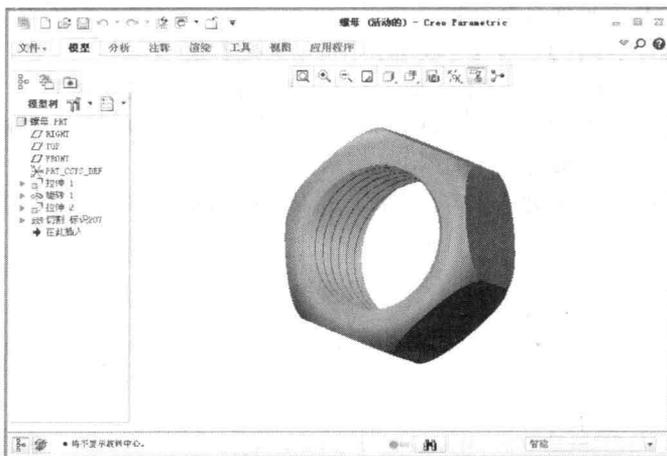

图 1-9 打开螺母文件
步骤 ② 在弹出的对话框中选择相应文件，单击【打开】按钮，即可打开螺母文件，如图 1-9 所示。